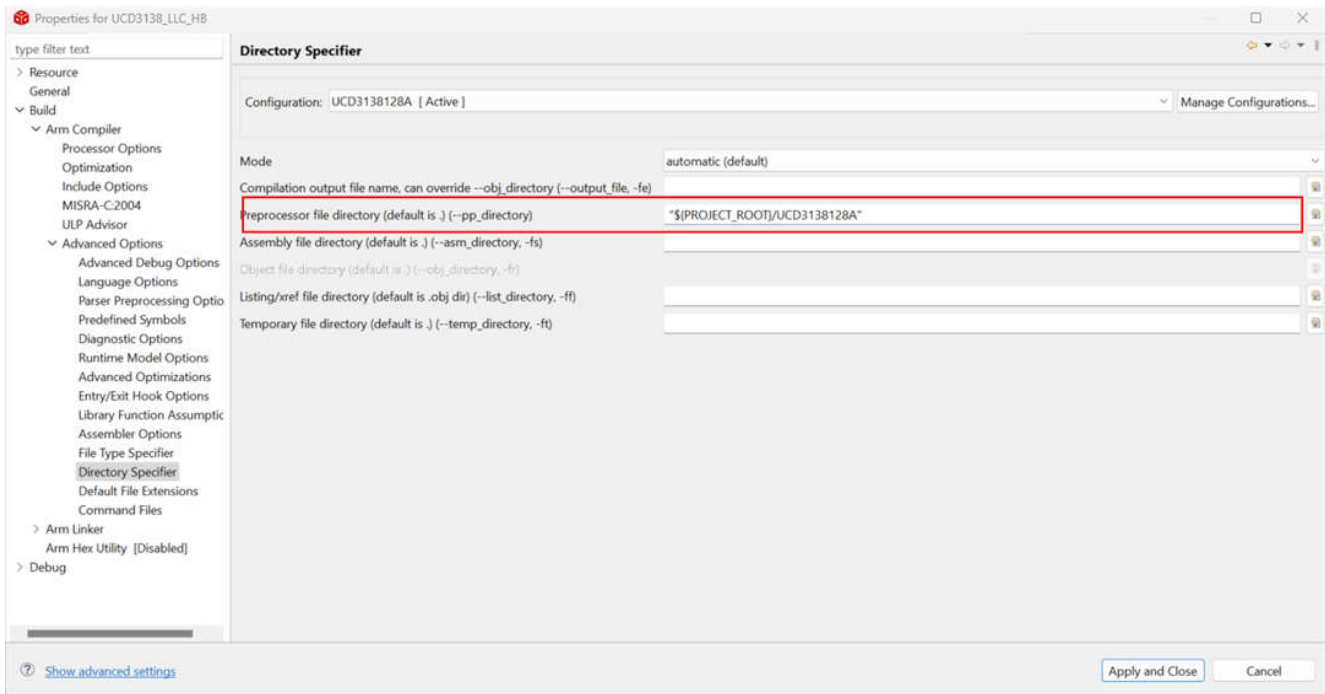

图 2-11. correct project path for Preprocessor file directory
- 正确的 *preprocessor* 文件路径。点击 *project explorer pane* -> 右击 *project name* -> *properties* -> *build* -> *Arm Compiler* -> *Advanced Options* -> *Directory specifier* -> 设置正确的工程路径 `"${PROJECT_ROOT}/UCD3138128A"` 到 *Preprocessor file directory*. 图 2-11 是一个 UCD3138128A 的例子。